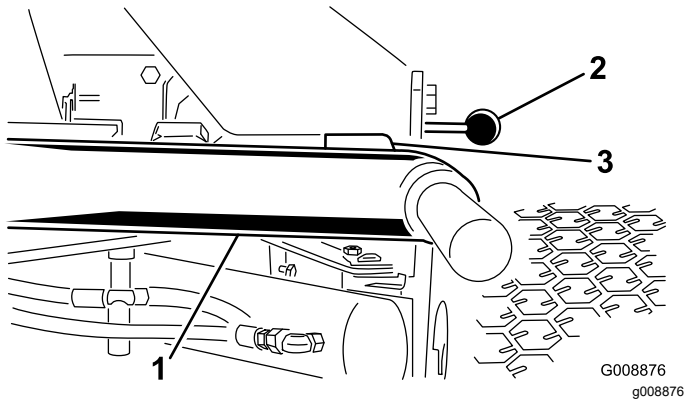

図 25
1. エンジンを開始し、昇降アームを上昇させて、各昇降アームと床面との距離が、5-8 mm になっていることを確認する 図 25。